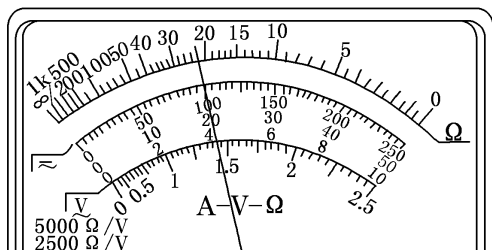

图 1-31 表盘的示数
5. 一多用电表的电阻挡有 3 个倍率, 分别是 $\times 1$ 、 $\times 10$ 、 $\times 100$ , 用 $\times 10$ 挡测量某电阻时, 操作步骤正确, 发现表头指针偏转角度很小, 为了较准确地进行测量, 应换到\_\_\_\_\_挡, 如果换挡后立即用表笔连接待测电阻进行读数, 那么缺少的步骤是\_\_\_\_\_;若补上该步骤后测量, 表盘的示数如图 1-31 所示, 则该电阻的阻值是\_\_\_\_\_ $\Omega$ 。